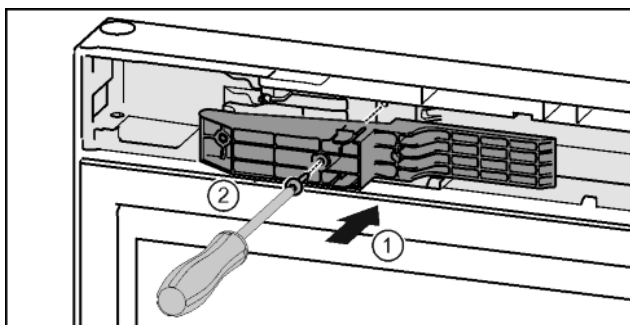

Fig. 47*
- ▶ Adapterstuk aan de greepzijde in de uitsparing plaatsen.* Fig. 47 (1)
- ▶ Schroeven met schroevendraaier T15 vastschroeven.* Fig. 47 (2)